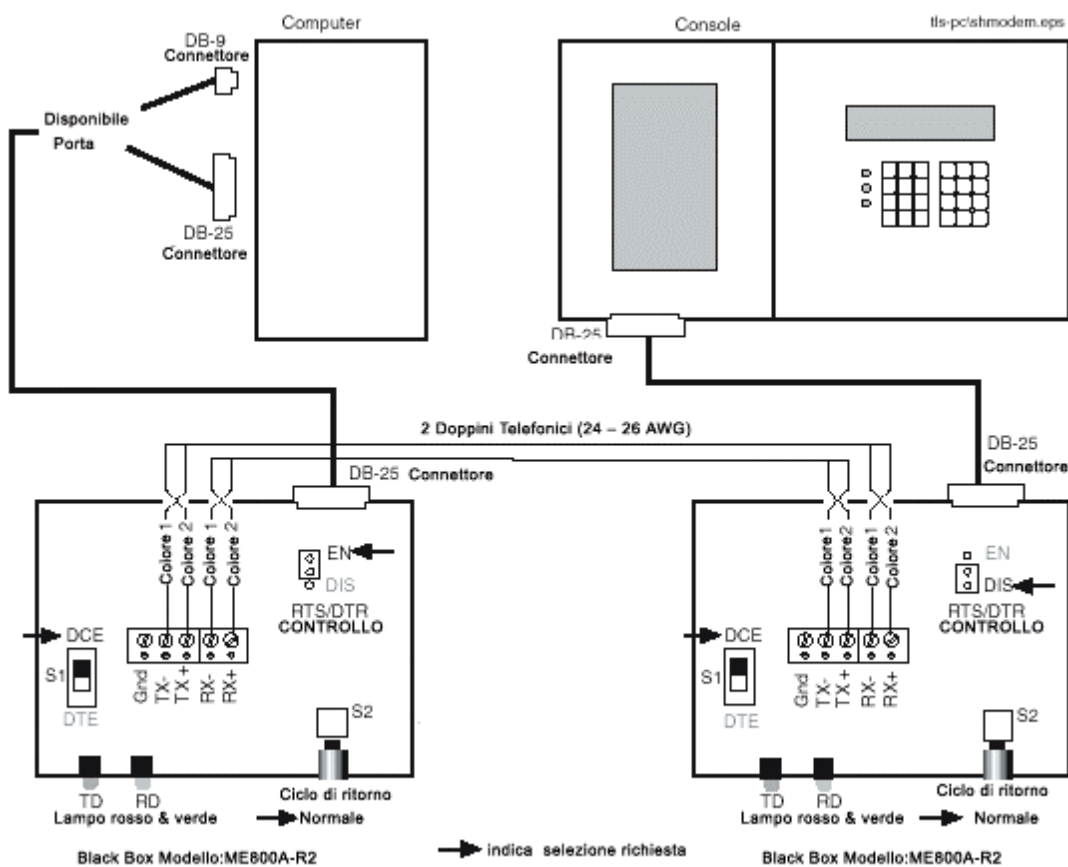

Figura 1. Collegamento della console TLS al PC mediante modem short-haul
Se si utilizzano cavi di lunghezza superiore a 15,2 metri, si raccomanda l'installazione di un modem short-haul asincrono, modello Black Box ME800A [vedi Figura 1] o equivalente. È possibile contattare l'azienda Black Box all'indirizzo: P.O. Box 12800, Pittsburgh, PA 15241 U.S.A. Telefono: (724)746-5500. Fax: (724) 746-0746, oppure consultare il sito Internet <http://www.blackbox.com>